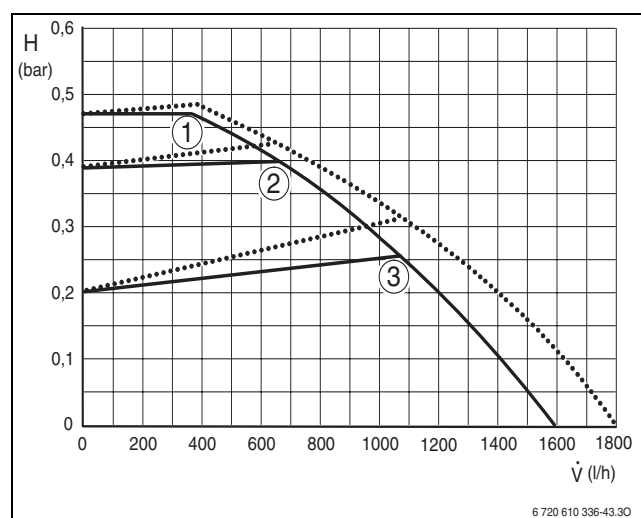

Bild 45 Konstantdruck bei ZSBR-Geräten
**Legende zu Bild 45 bis 48:**